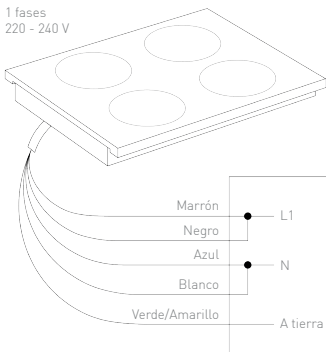
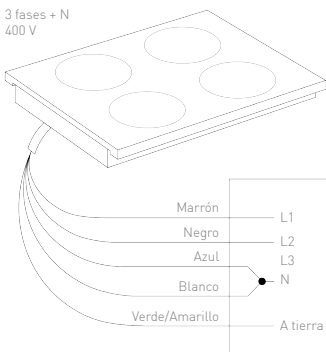

Figura 1
Figura 2
El sistema puede conectarse a un sistema eléctrico monofásico de 220-240 V de acuerdo con la Figura 1, o a un sistema eléctrico trifásico +N de 400 V de acuerdo con la Figura 2.
2. En el disyuntor, la caja de fusibles o la caja de conexiones, conecte el aparato y los cables del cable de alimentación de acuerdo con la Figura 1 o la Figura 2.